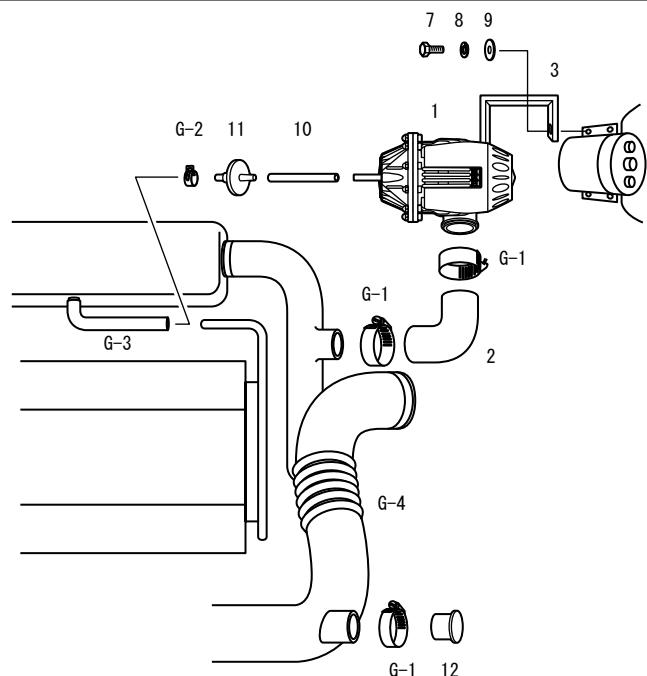
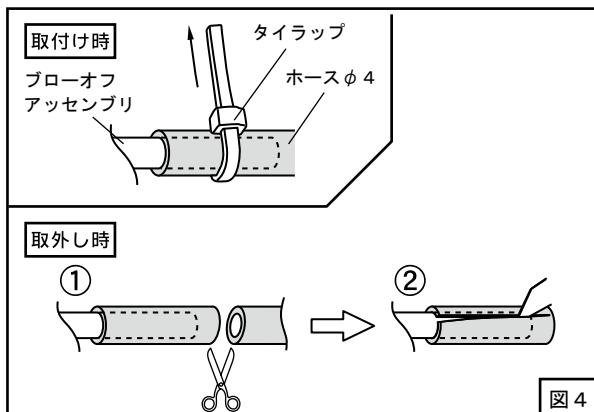

図3
図4
(2) キットパーツを仮付けしてください。 (図3)
(3) キットパーツを使用してプローオフバルブ作動用の配管を行ってください。ホースφ4は適当な長さに(ある程度余裕を持たせて)切って使用してください。 (図3)
(図3、図4)
プローオフアッセンブリを取り外す時など、ホースφ4をプローオフアッセンブリから抜く際は、タイラップを外した後、一度ホースφ4を切断し切り込みを入れてから取外してください。 (図4)